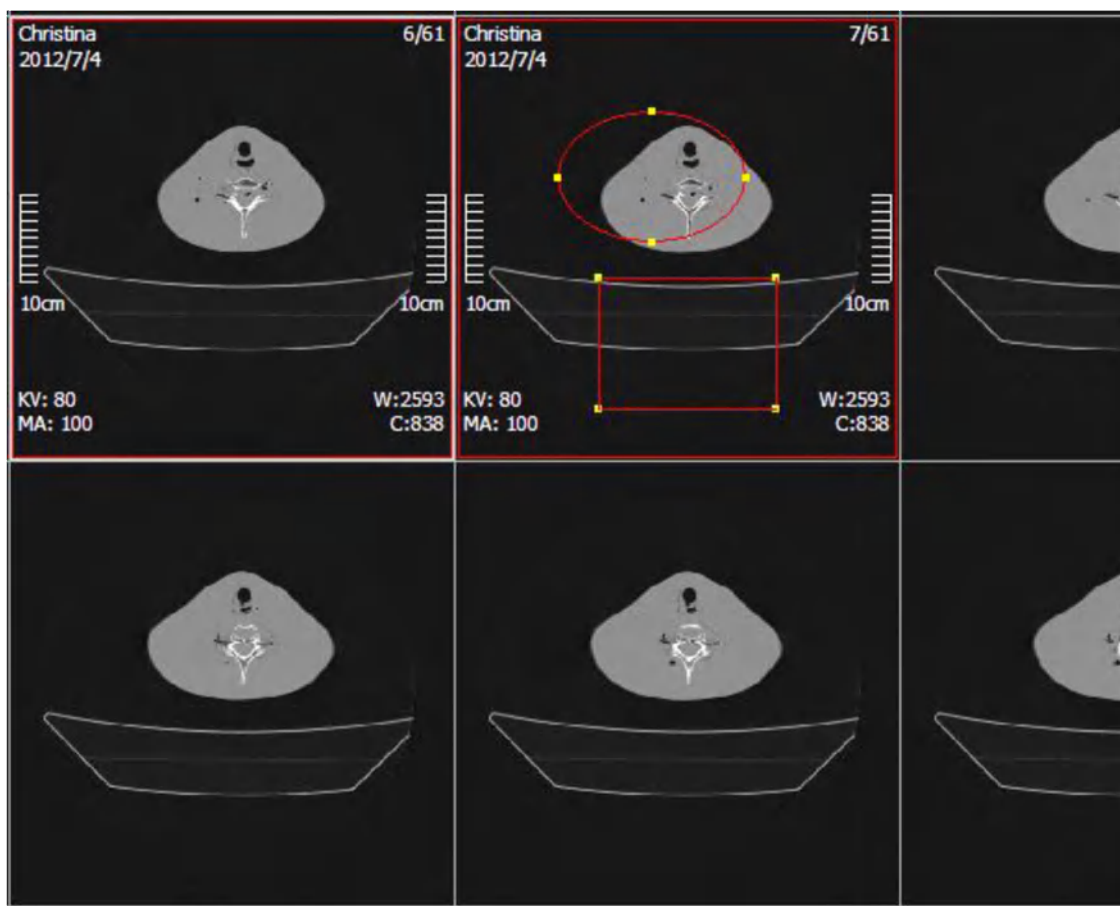

Рисунок 9-19 Просмотр информации выбранного изображения
- Информация только выбранного изображения будет отображена в окне просмотра (см. рис. 9-19).